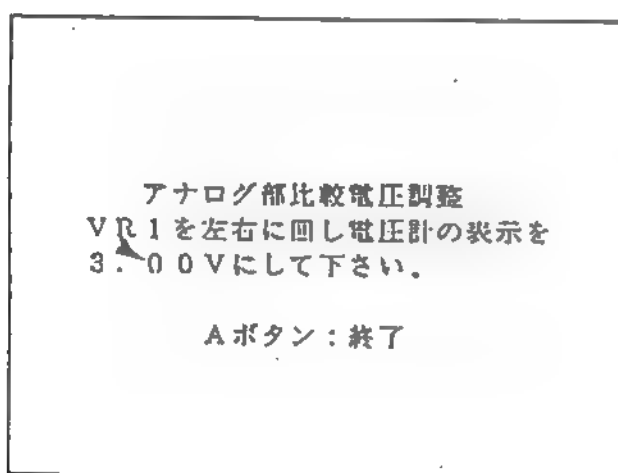

図 5-5
- ⑥ ⑤の項目でAボタンを押すと、画面が切り替わり“アナログ部比較電圧調整・・・”（図5-5）と表示されます。この時、CDチェッカーのMAIN BD上のVR1を左右に回し、CDチェッカー上の電圧計のLED表示が、“3.00”（±0.01）になる様に調節して下さい。